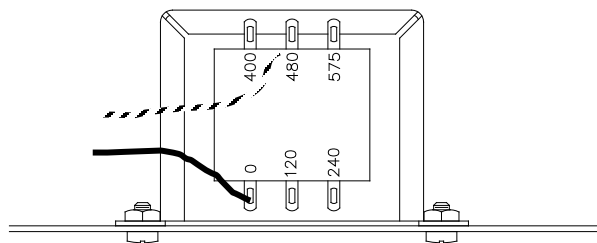

Figure 3.3 Raccordements du transformateur T1
1. Ouvrez le contrôleur de puissance SCR et repérez le transformateur. Le côté primaire du transformateur T1 comporte deux fils (un noir et l’autre noir et blanc). Voir la figure 3.3.